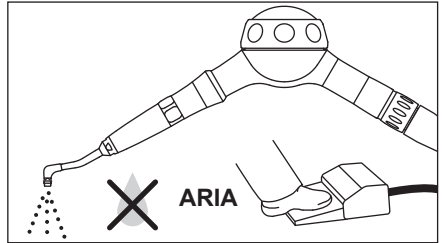

Fig. 12
- 2) Effettuare un avvio a vuoto solo con l'aria per scaricare l'acqua e la polvere presenti nell'ugello. (Fig. 12)